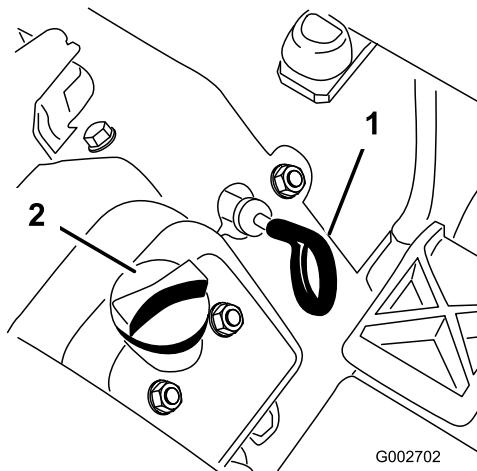

Figura 13
3. Saque la varilla (Figura 13) y límpielo con un paño limpio. Introduzca la varilla en el tubo asegurándose de que entre a fondo. Retire la varilla del tubo y verifique el nivel de aceite. Si el nivel de aceite es bajo, retire el tapón de llenado de la cubierta de la válvula y añada suficiente aceite para elevar el nivel a la marca Lleno de la varilla.